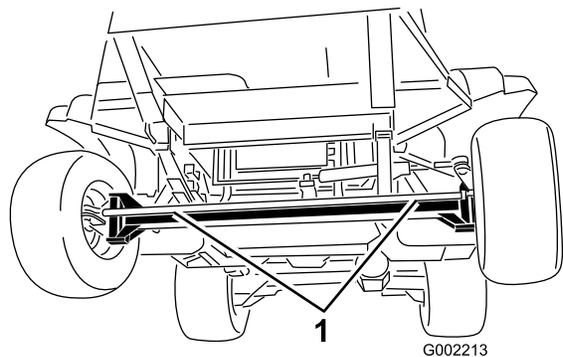

Figura 28
2. Montate una fune di traino sul telaio. Fate riferimento ai punti di traino anteriori e posteriori in Figura 28 e Figura 29.